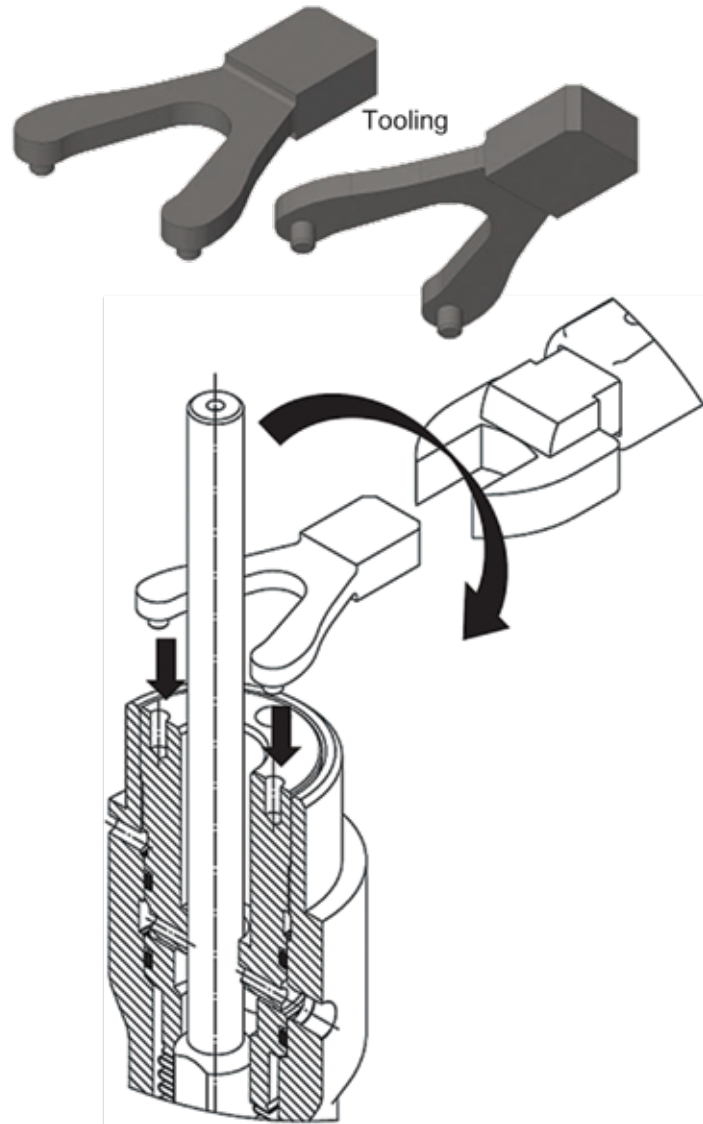

Figura 13 - Herramientas de apriete de espiga del casquete
- Desapriete y retire la espiga del casquete (B003) utilizando las herramientas que se muestran en la Figura 13 en página 22.
Apriete la espiga del casquete (B003) en la extensión del casquete B007 utilizando las herramientas que se muestran en la Figura 13 en página 22 acopladas a una llave dinamométrica. Par de apriete indicado en la tabla siguiente: